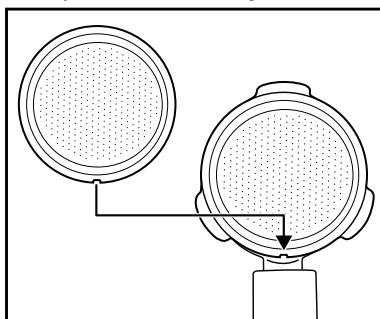

Fig. 1
- 1) Remplissez d'eau le réservoir à eau ⑥.
- 2) Placez le grand filtre ⑮ ou le petit filtre expresso ⑯ dans le porte-filtre ⑬.
- Veillez à ce que la petite encoche sur le grand filtre à espresso ⑮ ou sur le petit filtre à espresso ⑯ soit placée lors du positionnement au-dessus de l'encoche sur le porte-filtre ⑬ (voir figure 1).